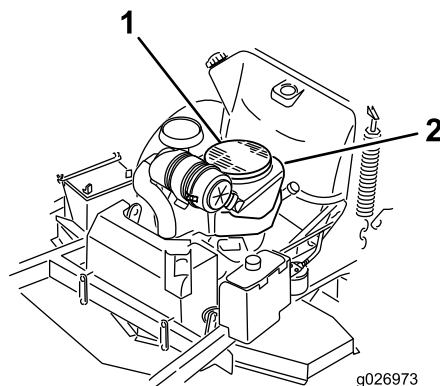

Figura 63
3. Retire la rejilla de entrada de aire y la carcasa del ventilador (Figura 63).
5. Instale la rejilla de entrada de aire, el arrancador de retroceso y la carcasa del ventilador (Figura 63).